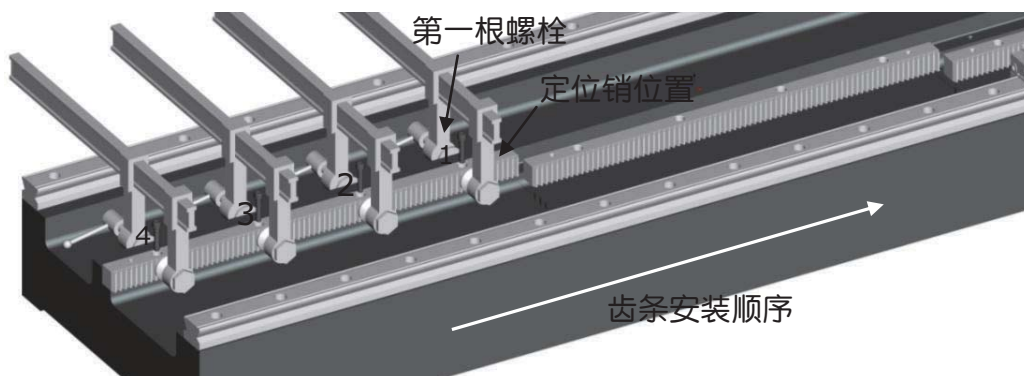

图 27
16.9 放入强度 12.9 级的六角承窝头螺栓，以表 4 之螺丝锁紧扭力建议值，由第一个定位销附近的固定螺栓开始锁紧，顺序如图 27。